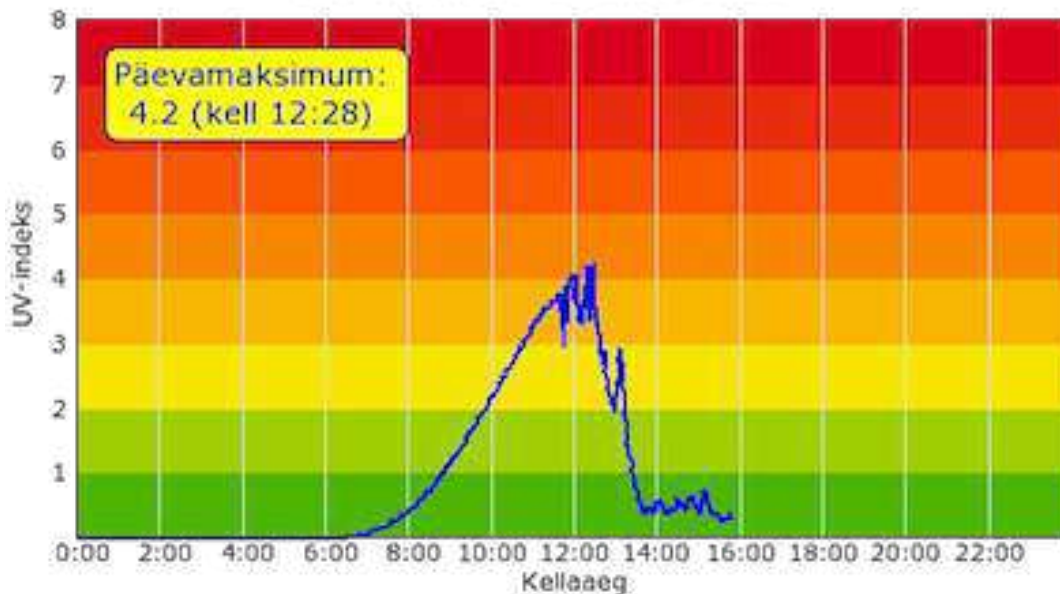

Рисунок 2: График УФ-индекса, измеренного в Тыравере 3.09.2011 в 15.55.
На сайте обсерватории Тыравере вы можете увидеть график измерений за один день (см. рис. 2) и данные последнего измерения в виде XML-файла. Содержимое этого XML-файла обновляется каждую минуту. Используя данные измерений в Тыравере, Эстонский метеорологический и гидрологический институт (EMHI) составляет ежемесячные графики ежедневных минимальных значений (см. <http://www.emhi.ee/?ide=21,553>).
5. См. рисунок 2 в главе учебника "Сбор данных II уровня". В какое время УФ-индекс достиг максимума в рассматриваемый день?